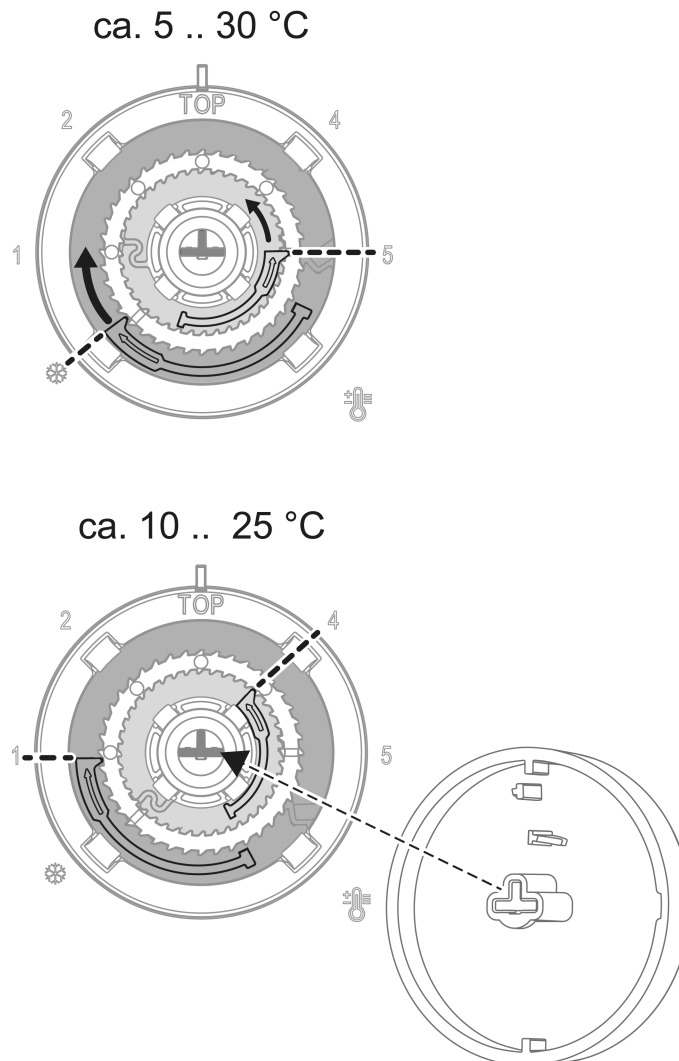

Bild 3: Einstellung der Temperaturbegrenzung (vorher/nachher)
- Bedienknopf von der Zentralplatte abziehen, so dass die Einstellringe sichtbar sind (siehe Bild 3).
- Bedienknopf wieder aufstecken, dabei Kodierung (siehe Bild 3) der Drehachse beachten.